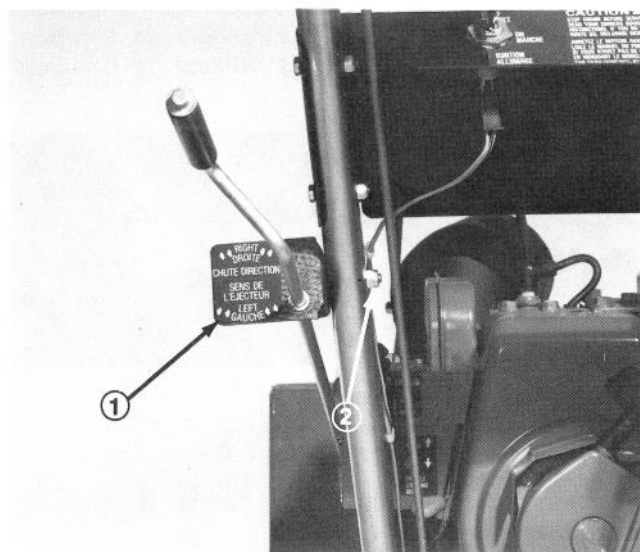
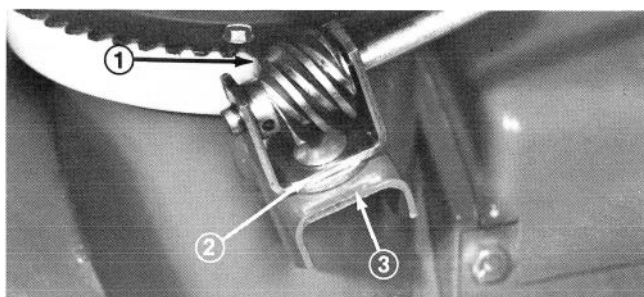

Figure 8
Figure 9
1. Posez le support et la tige de commande d'éjecteur sur le côté gauche des mancherons à l'aide de la vis à tête et de l'écrou de blocage. Laissez l'écrou desserré jusqu'à ce que l'ensemble soit complètement monté (Fig. 8).
2. Appliquez de la graisse à toutes fins No 2 sur la vis sans fin et fixez le support de vis sans fin sur la collerette de montage (Fig. 9). Installez la rondelle plate d'espacement entre le support et la collerette et la rondelle pyramidale et l'écrou de blocage sous la collerette (Fig. 9).
3. Appuyez bien la vis sans fin sur les dents de l'anneau de retenue, puis serrez l'écrou de blocage (Fig. 9). Serrez ensuite l'écrou de blocage pour retenir le support de la tige de commande d'éjecteur contre le mancheron gauche (Fig. 8).